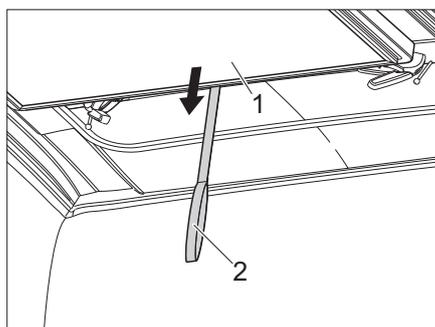

Fig. 13 Abbassamento della cuccetta
- Abbassare la cuccetta (Fig. 13,1) afferrando la cinghia (Fig. 13,2).
- ▷ Prima di chiudere il tetto sollevabile, abbassare la cuccetta (Fig. 13,1). **Non** abbassare contemporaneamente la cuccetta e il tetto sollevabile.